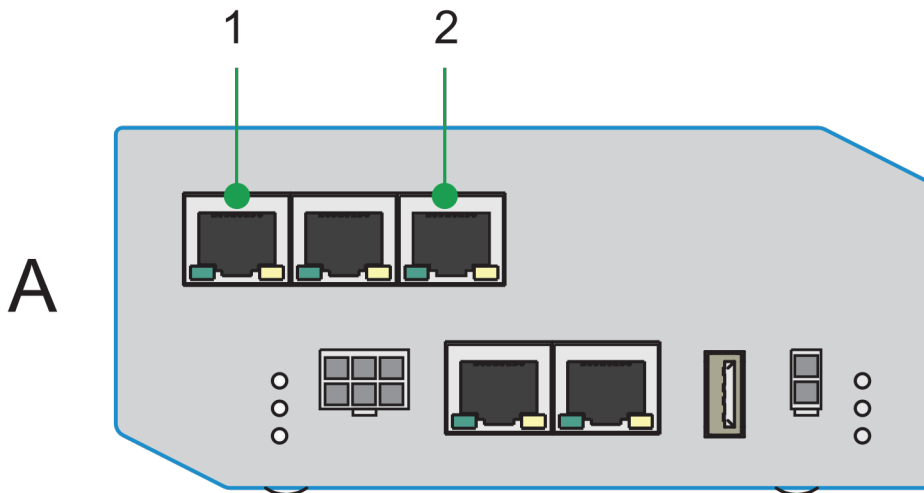

Fig. 23 Conexión del router VPN, caso A
A: Para dispositivos Stem (2) y router del cliente (1) en la misma red (ver fig. 23).